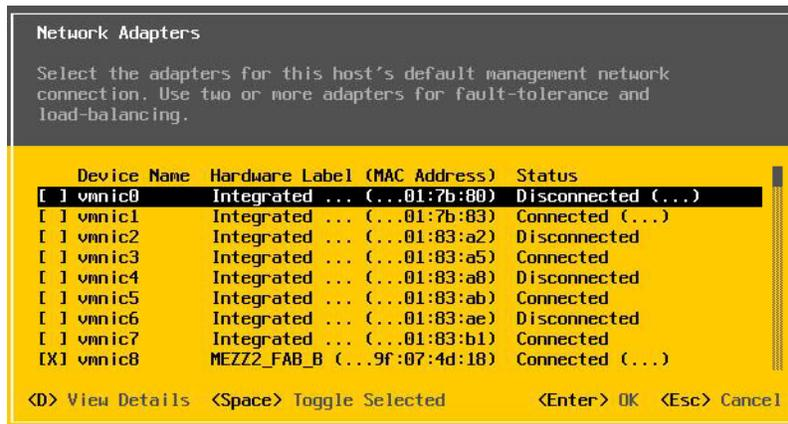

Abbildung 14-35. Auswahl des ESXi-Managementnetzwerks
- Bei 57800- und 57810-Boards ist das Managementnetzwerk nicht vmnic0. Öffnen Sie nach dem Starten die GUI-Konsole und rufen Sie den Bildschirm „Configure Management Network“ (Managementnetzwerk konfigurieren) und dann das Fenster „Network Adapters“ (Netzwerkadapter) (Abbildung 14-35) auf, um die NIC auszuwählen, die als Management-Netzwerkgerät verwendet werden soll.